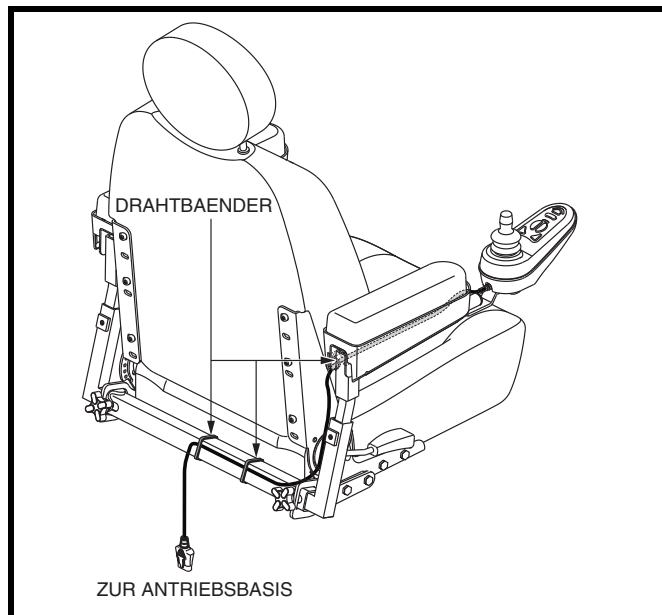

Abb. 13. Kabelverlauf an einem Kontursitz
8. Den Kabelstrang der Steuereinheit mit Kabelbindern an der Armlehnhalterung befestigen (nur Kontursitze). **Siehe Abbildung 13.**